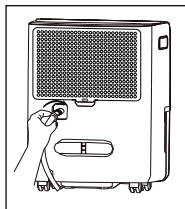

fig. 3
- Vissez le tuyau de jardin à la portion fileté du connecteur de purge. (fig. 3)